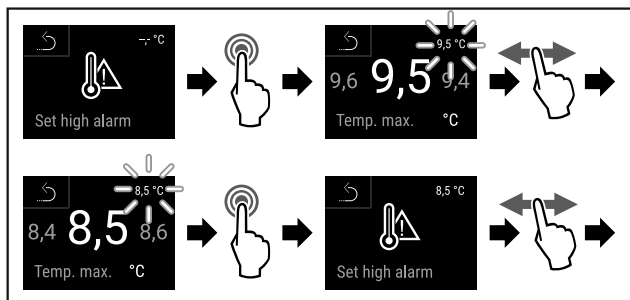

Fig. 141
- ▶ Stappen (zie Fig. 141) uitvoeren.